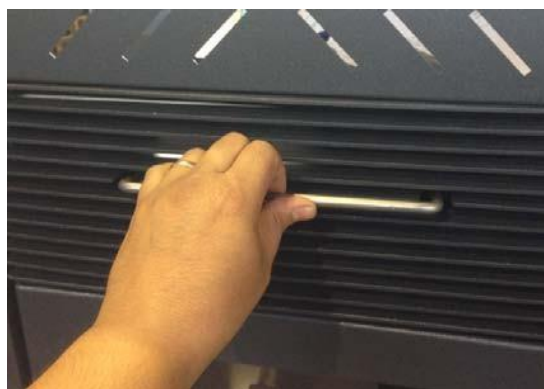

Fig. 26.2.1
- Passe várias vezes para a frente e para trás a escova de limpeza (Fig. 26.2.1);